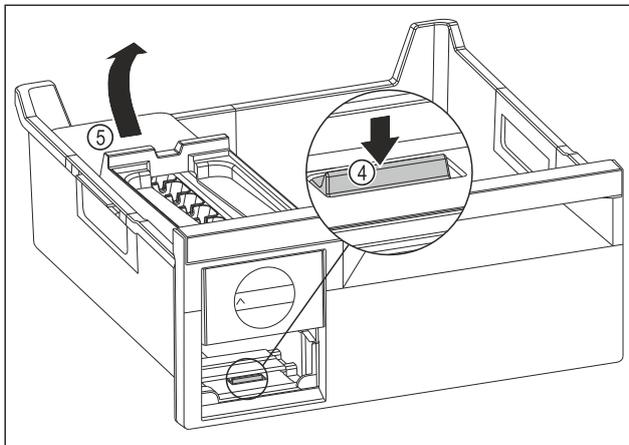

Fig. 111
- ▶ Wyjmowanie korpusu EasyTwist-Ice: Nacisnąć nakładkę Fig. 111 (4) palcem w dół i jednocześnie podnieść korpus EasyTwist-Ice Fig. 111 (5) od tyłu drugą ręką.